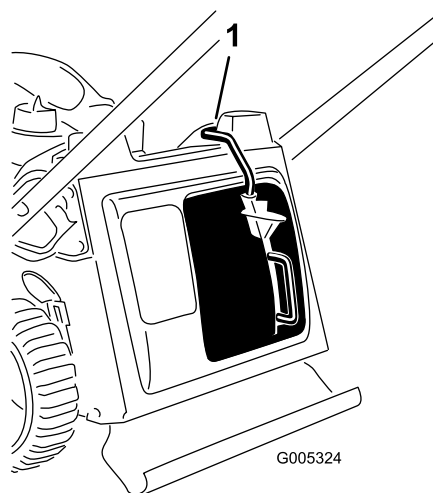

Figura 26
**Importante:** La macchina è dotata di un interruttore di sicurezza che ne impedisce l'avviamento prima di avere installato correttamente il tappo mulching sulla macchina stessa (Figura 26).
Montate il tappo mulching come illustrato nella Figura 26.